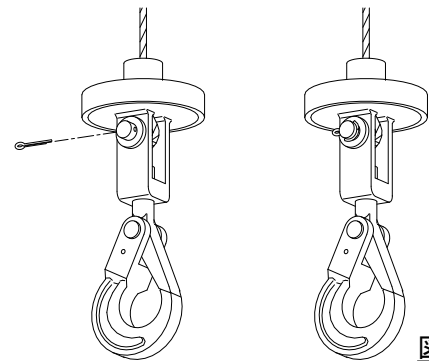

図3
- 2) ワイヤロープのシンプルの穴とフック部の穴を合わせ、ピンを挿入し割ピンを取り付ける。割ピン先端をプライヤーなどで折り曲げて抜けないようにする。(図3)